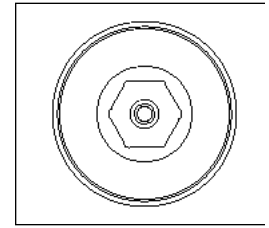

Fig. 2
4. Versetzen Sie den Kolben mit einem 8 mm Inbus-Schlüssel nach oben (entgegen dem Uhrzeigersinn) oder nach unten (im Uhrzeigersinn). (Abb. 2)